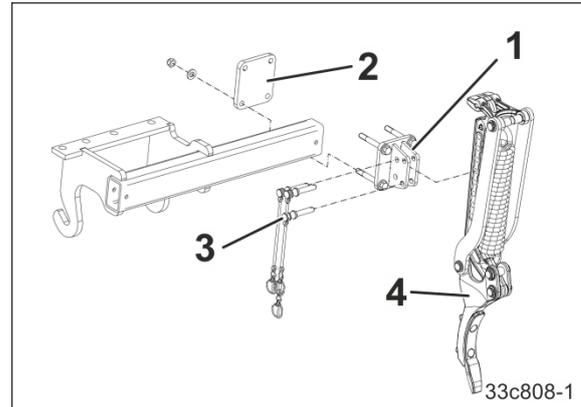

Fig. 80
- 1.1 Visser le support d'efface-traces (Fig. 80/1) avec la plaque de blocage (Fig. 80/2) sur le cadre de montage.
- 1.2 Fixer l'efface-traces (Fig. 80/4) tout en haut en utilisant l'axe de fixation (Fig. 80/3) et goupiller en sécurité.